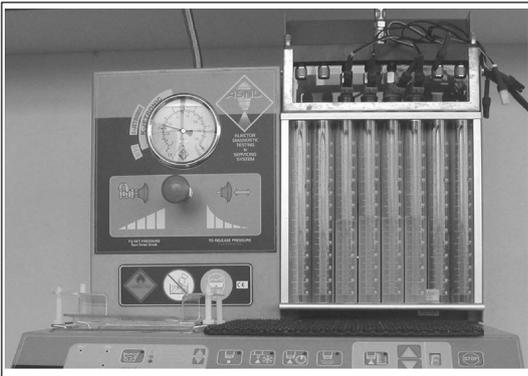

Рис. 9-1-6. Прибор для анализа и прочистки топливных форсунок
- (6) Прибор для анализа и прочистки топливных форсунок (см. рис. 9-1-6).